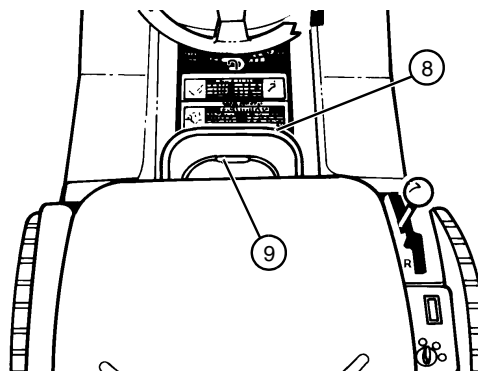

ABBILDUNG 17
- Gehäuse-Hubhebel (8) leicht herunterdrücken und Verriegelungshebel (9) mit dem Daumen unten halten (siehe ABBILDUNG 17).